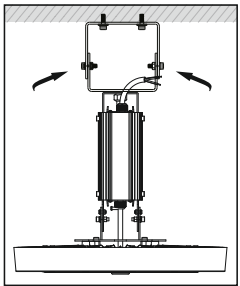
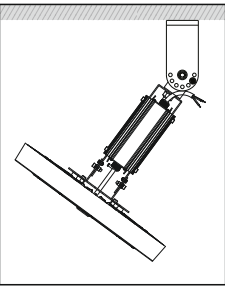

Рис. 4
Рис. 5
- 5.12.4 Извлеките боковые винты из кронштейна (рис. 4), произведите регулировку осветительного прибора на необходимый угол (рис. 5), установите винты и надежно затяните их.